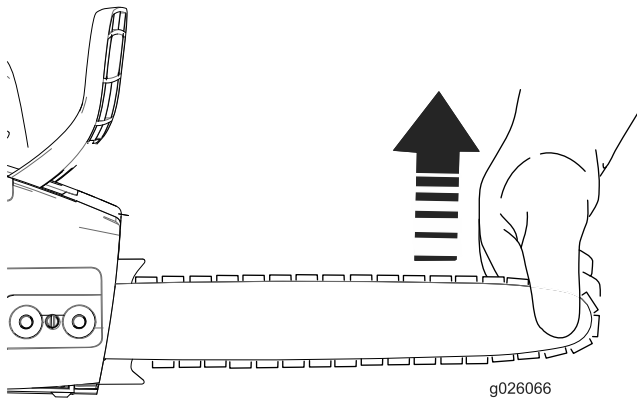

Figura 34
10. Levante la punta de la espada (Figura 34).